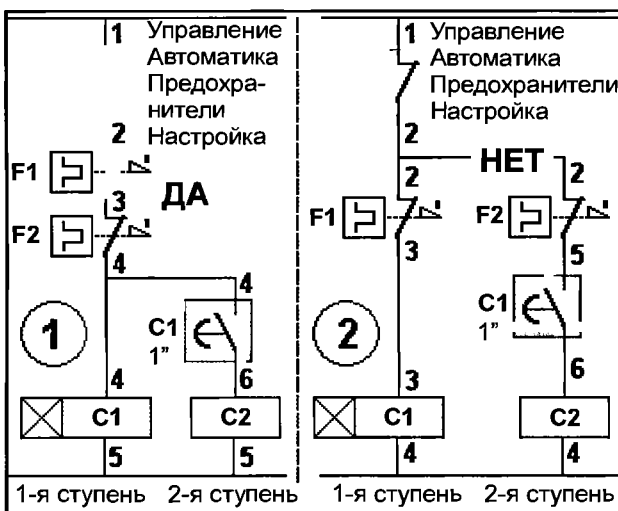

Рис. 64.21.
Чтобы дополнить наше упражнение, вспомним, что при решении упражнения 64.2 “Силовые и управляющие цепи” мы рассматривали схему задействования контактов предохранителей. Было установлено, что контакты обоих предохранителей подключаются в цепь питания пускателя С1 последовательно, то есть так, как показано на схеме ① рис. 64.21.
Представим себе, что мы ошиблись и завели эти контакты параллельно, каждый на свой пускатель, согласно схеме ② рис. 64.21. В результате такой ошибки, как только сработает предохранитель F2, пускатель С2 обесточится и снимет питание со второй ступени двигателя. При этом первая ступень будет по-прежнему находиться под напряжением, что наверняка приведет к гибели двигателя!